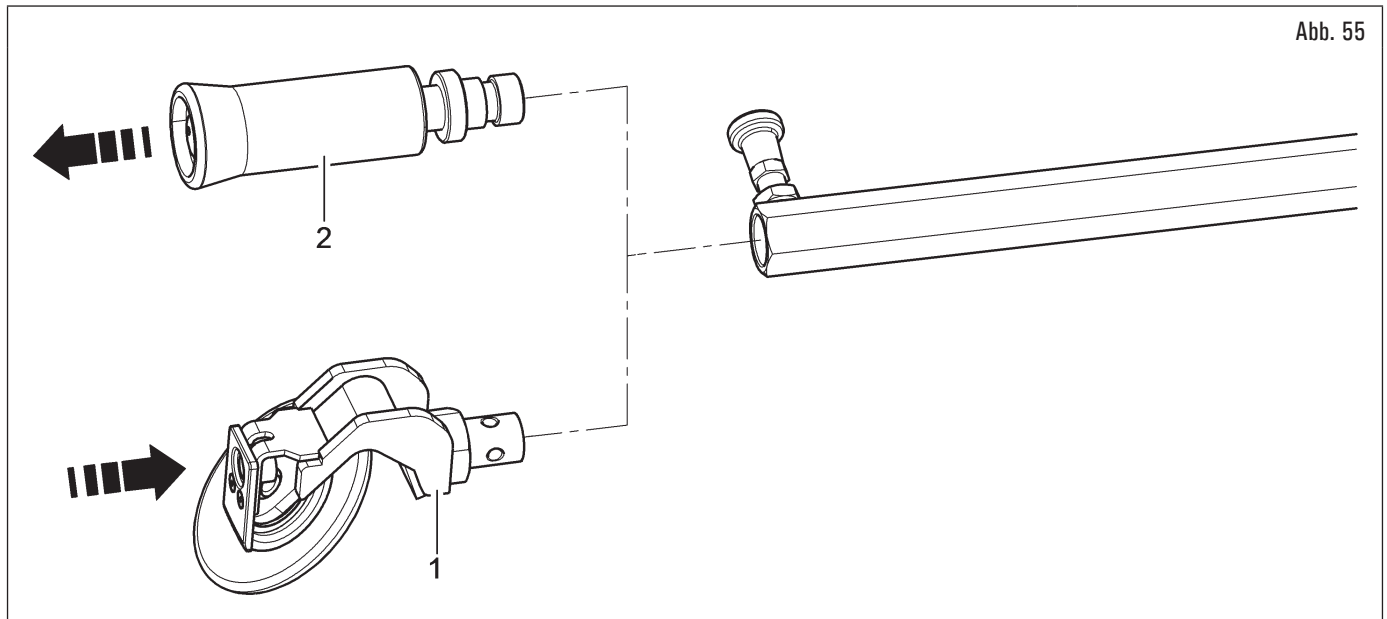

Abb. 55
- Stellen Sie sicher, dass die geneigte Rolle (Abb. 55 Pkt. 1) an der Wulstabdrück-Hubvorrichtung und nicht an der Wulstabdrückerrolle (Abb. 55 Pkt. 2) montiert ist.